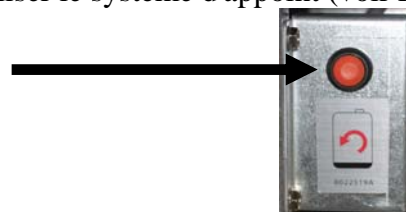

Figure 6
6. Appuyer et maintenir enfoncé la touche orange de réinitialisation du JIB pendant **dix (10) secondes** pour réinitialiser le système d'appoint (voir Figure 6).